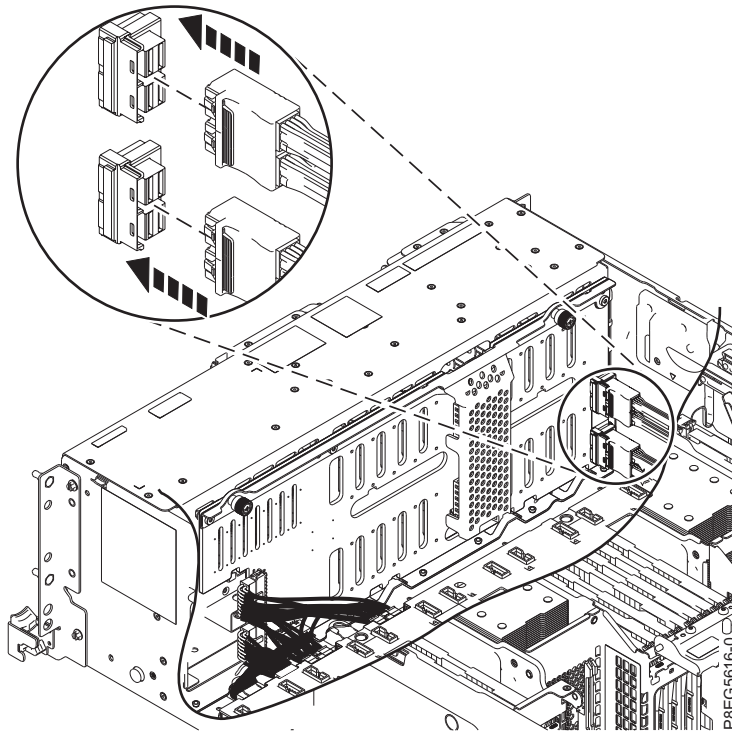

Abbildung 19. Erneutes Anschließen der vorderen SAS-Kabel
6. Schließen Sie die vorderen SAS-Kabel erneut an die Plattenlaufwerksrückwandplatine an (wie dargestellt in Abb. 19). Drücken Sie die Anschlüsse, bis die Verriegelung einrastet. Ordnen Sie die Kabel an der Seite des Chassis an.